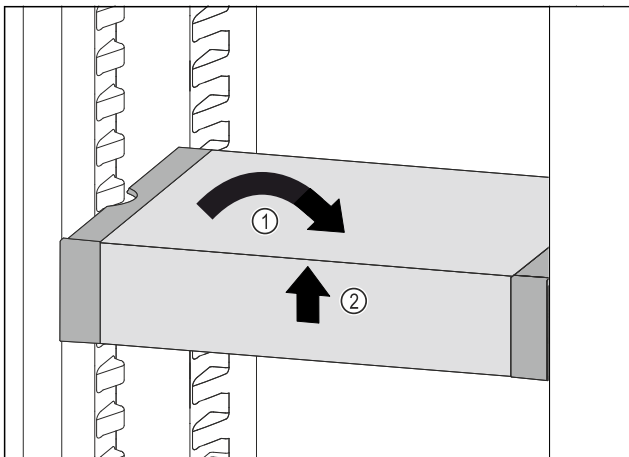

Fig. 58
- ▶ VarioSafe gerade stellen. Fig. 58 (1)
- ▶ VarioSafe vorne anheben. Fig. 58 (2)